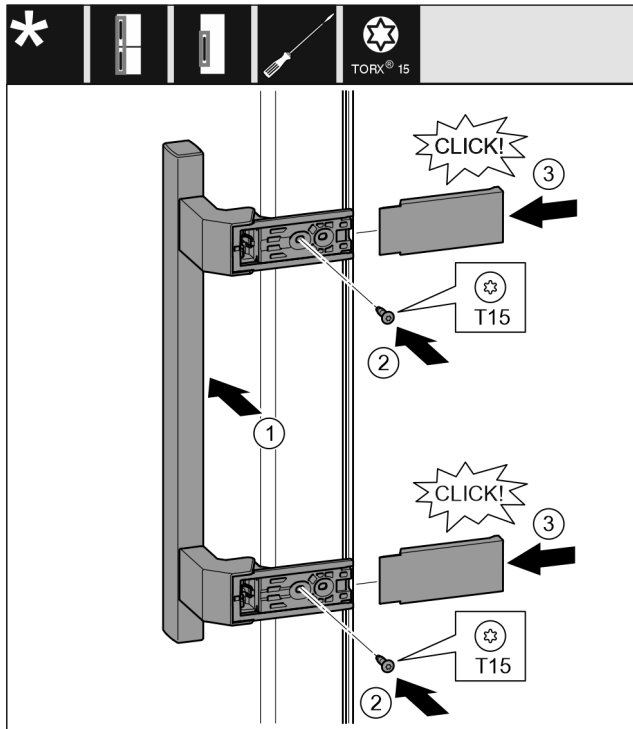

Fig. 40
- ▶ Greep op de tegenoverliggende zijde aanbrengen. Fig. 40 (1)
- ▷ De schroefgaten moeten precies boven elkaar liggen. Fig. 40 (2)
- ▶ Schroeven met schroevendraaier T15 vastschroeven. Fig. 40 (2)
- ▶ Afdekkingen zijdelings aanbrengen en erop schuiven. Fig. 40 (3)